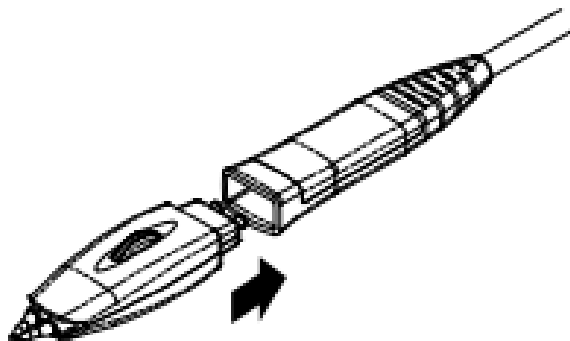

图 4.7 连接探头前端与有源探头放大器
1. 将探头前端与有源探头放大器连接，如 图 4.7 所示。